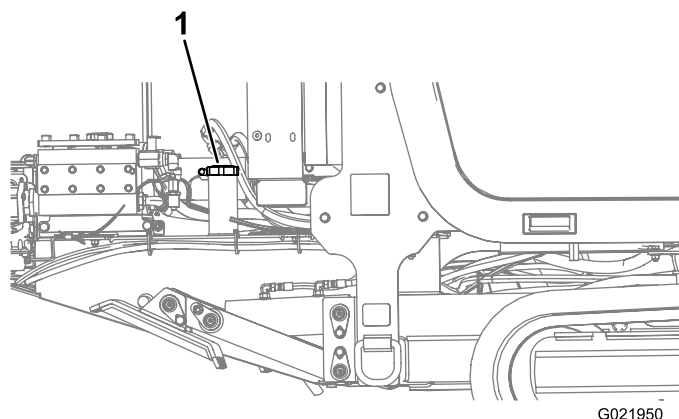

Рисунок 34
- Снимите крышку топливного бака (Рисунок 34).